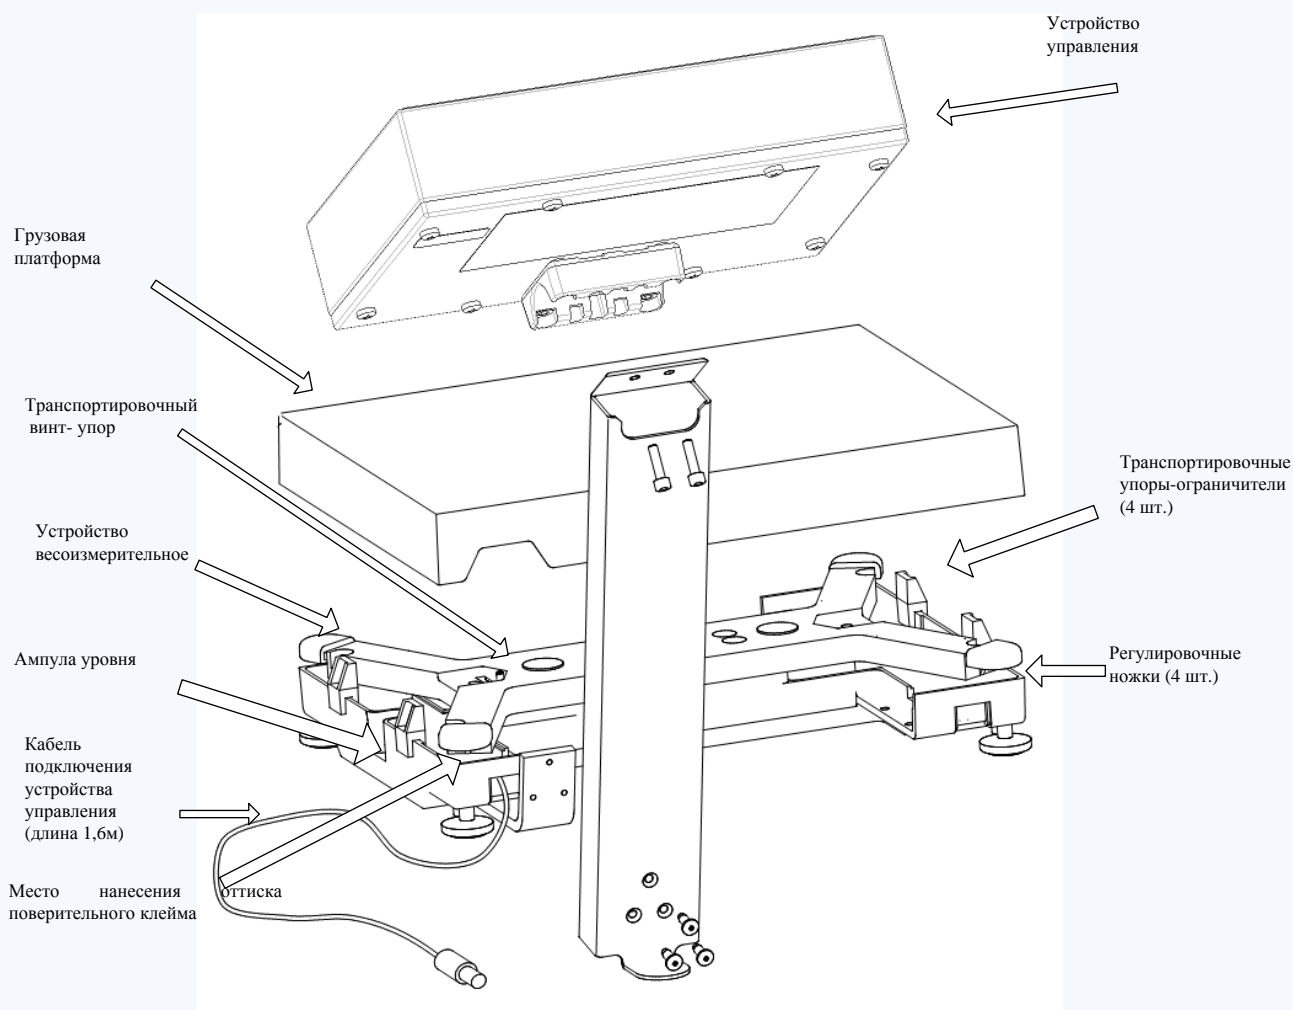

Рис. 5.1. - Весы МК\_АВ21,МК\_АВ21(RUEW)
Конструкция весов представлена на Рис. 5.1.
- нанести на весы оттиск поверительного клейма (см. Рис. 5.1);